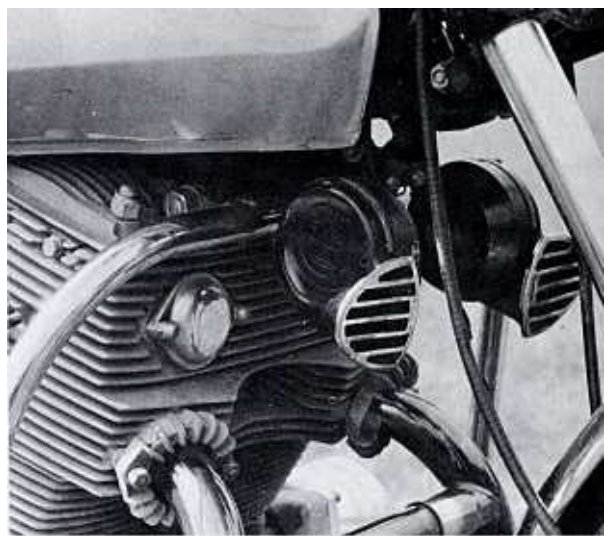

Bild 192
- Laverda pflegt seine Motorräder von jeher mit lauten Signalhörnern auszurüsten. 1970 baute Laverda als erstes Werk die besonders lauten Fiamm-Hörner ein (Bild 192).